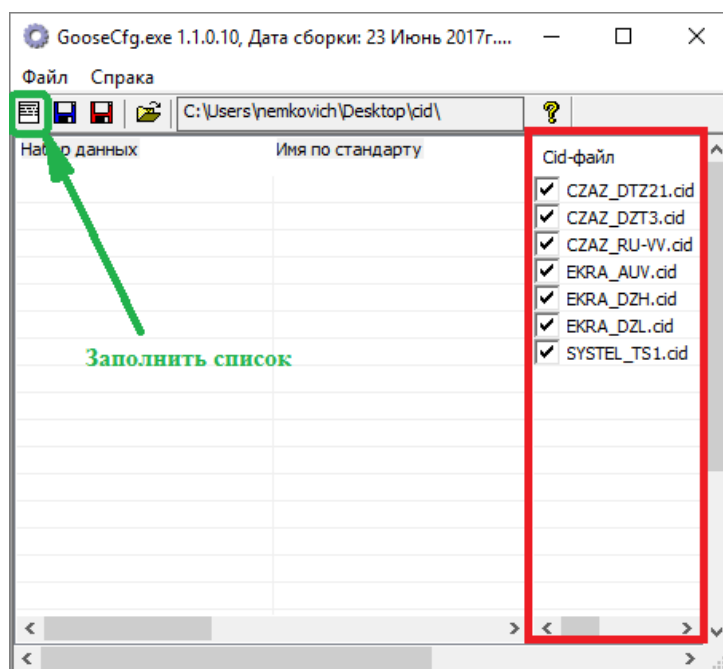

Рисунок 8 – Выбор используемых CID-файлов
- Рисунок 8 – Выбор используемых CID-файлов